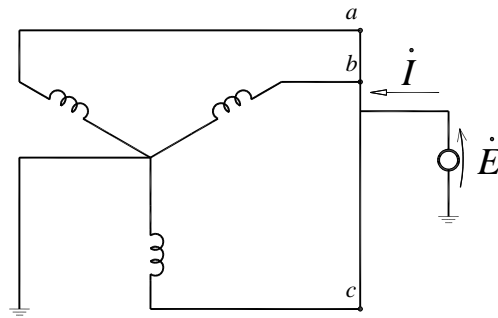

Figura 2
- a reatância de sequência zero foi obtida a partir de ensaio, conforme observado na Figura 2. Nesta figura, observa-se que a corrente  $\dot{I}$  nos terminais da fonte monofásica é 3 kA, quando a mesma foi ajustada para  $|\dot{E}| = 750$  V. O enrolamento de campo encontra-se em curto, girando na velocidade síncrona no sentido da sequência positiva.